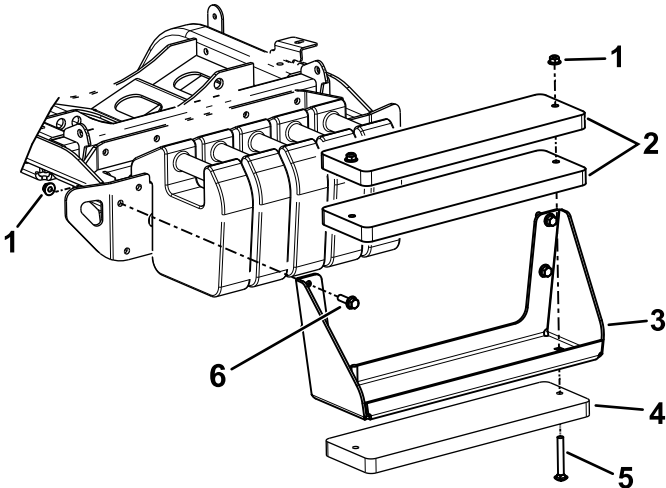

Figura 21
**Nota:** Consulte estos pasos en la Figura 21.
- A. Utilice los pernos (3/8" x 4") y las tuercas (3/8") para sujetar los 3 pesos al soporte (Figura 21).
- B. Utilice los pernos de cabeza hexagonal y las tuercas (incluidos en el kit) para sujetar el soporte de los pesos a la máquina (Figura 21).
- A. Retire el soporte de los pesos de la máquina (Figura 21).
- C. Utilice los pernos (3/8" x 4") y las tuercas (3/8") para sujetar los 3 pesos al soporte (Figura 21).
- D. Utilice las fijaciones que retiró anteriormente para sujetar el soporte de los pesos a la máquina (Figura 21).